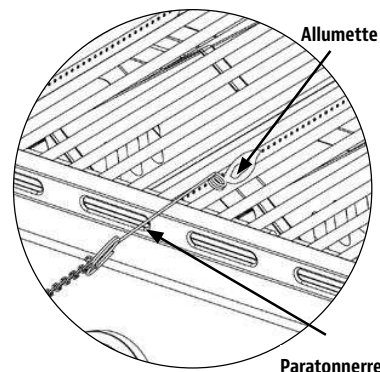

FIG. 3
- Si l'allumeur n'allume pas le brûleur, utilisez une allumette allumée et sécurisée avec une tige d'allumage (fournie avec le gril) pour allumer les brûleurs. Accédez aux brûleurs par la grille de cuisson et les plaques chauffantes. Positionnez l'allumette allumée à côté du brûleur (Fig. 3).